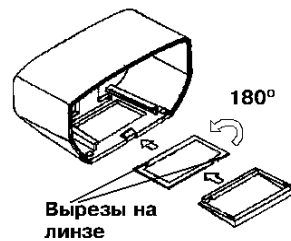

Рис.5
- **ВНИМАНИЕ!** Выдвинуть линзу, повернуть ее на 180° (рис.5), установить в крышку так, чтобы одинарный вырез был направлен внутрь корпуса, гладкая сторона линзы должна быть направлена наружу;